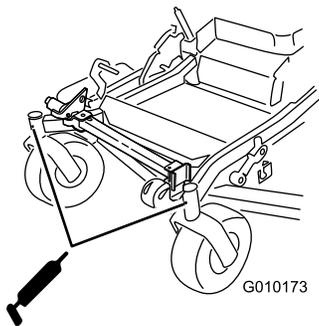

Figura 49
11. Instale o tampão hexagonal e o tampão antipoeira (Figura 49).